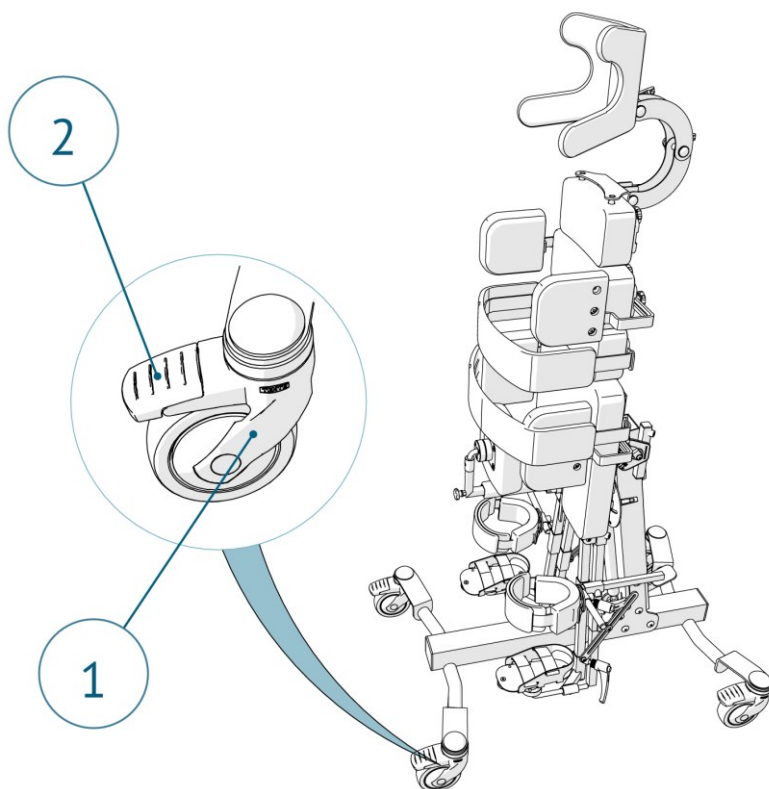

Рисунок 3. Блокировка / разблокировка тормоза колеса
Для блокировки колеса (1), нажмите рычаг (2) вниз (**рис.3**). Чтобы разблокировать колесо, поднимите рычаг вверх.